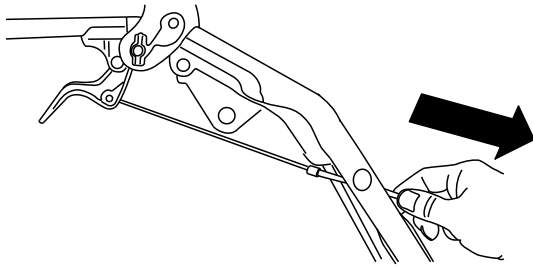

Figura 8
4. Tirate la guaina del cavo delicatamente verso il basso fino a quando la leva della frizione ruote non è abbassata ed è stato rimosso l'allentamento del cavo, poi serrate saldamente il dado del serrafilino (Figura 8).